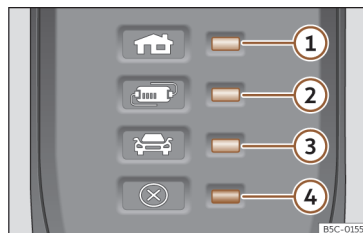

Fig. 69 No cabo de carregamento para tomadas de corrente: Luzes de controlo do dispositivo de proteção.
>>> **Fig. 69:**
>>> Fig. 69 faz com que o conector de carregamento permaneça sem corrente até se ligar na tomada de carregamento do veículo.
Uma ou várias luzes de controlo >>> Fig. 69
Indicação >>> Fig. 69	Significado
①, ④ piscam	O conector para a habitação aqueceu muito.
②, ④ piscam	O dispositivo de proteção foi aquecido muito.
Se o processo de carregamento continuar com uma corrente inferior, além do indicador de funcionamento, pisca a luz de advertência >>> Fig. 69 ④ a vermelho.
- Se voltar a ocorrer um desligamento ou redução da corrente de carregamento e a causa não parece ser a exposição a uma fonte de calor externa, observe que luz de controlo verde pisca >>> Fig. 69. Para a verificação do cabo de carregamento, dirija-se a um concessionário especializado CUPRA ou a qualquer concessionário da rede SEAT. Para a verificação da ligação da infraestrutura, dirija-se a um estabelecimento especializado em instalações elétricas.
Se a luz de advertência ④ vermelha pisca ou acender sem que se acenda por sua vez de forma permanente uma luz de controlo >>> Fig. 69 ①, ② ou ③ o indicador de funcionamento, há uma avaria.